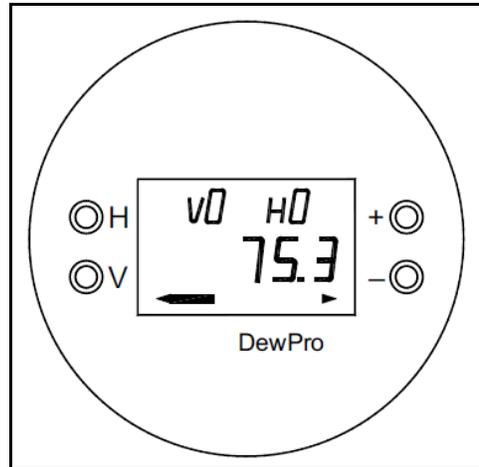

Figure 15: Afficheur MMR31
L'afficheur MMR31 (voir Figure 15 ci-dessous) indique continuellement l'emplacement actuel dans la matrice à l'aide de la coordonnée verticale (V) et de la coordonnée horizontale (H) qui désignent respectivement la ligne et la colonne. Le graphique à barres représente le courant de sortie de la même manière.